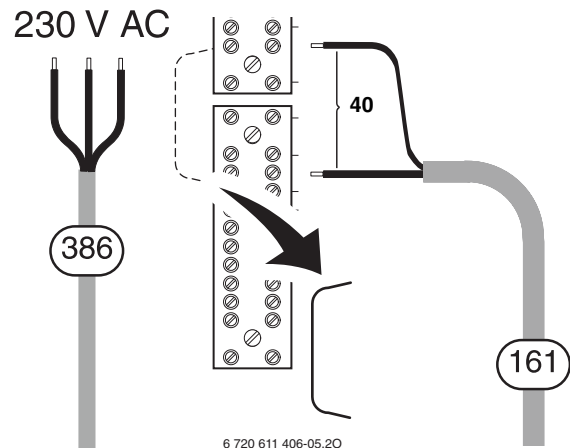

Bild 19 Anschluss am Heizgerät – Brücke entfernen!
- Kabel entsprechend Bild 19 anschließen (Brücke entfernen).